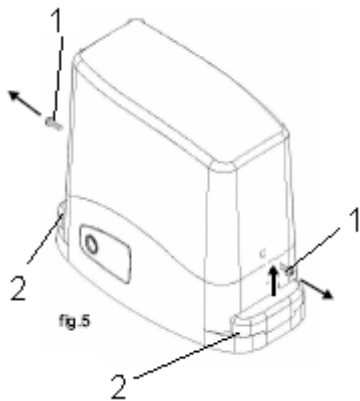

fig.5
- Odkręcamy boczne śruby mocujące (1) pokrywę i zdejmujemy pokrywę – rys. 5
- Zdejmujemy osłony śrub (2) – rys. 5